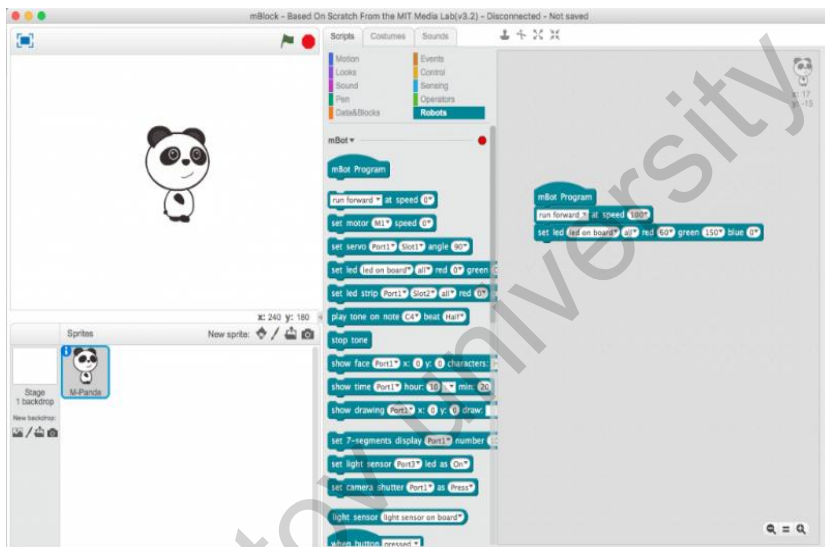

Рисунок 2.16 Интерфейс программы MBot
**MBLOCK** – это программа, позволяющая создавать программы управления роботами типа **ULTIMATE KIT** (рисунок 2.16).